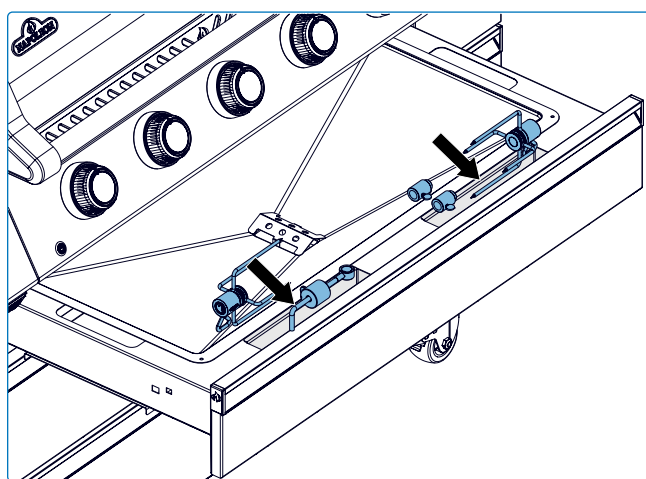
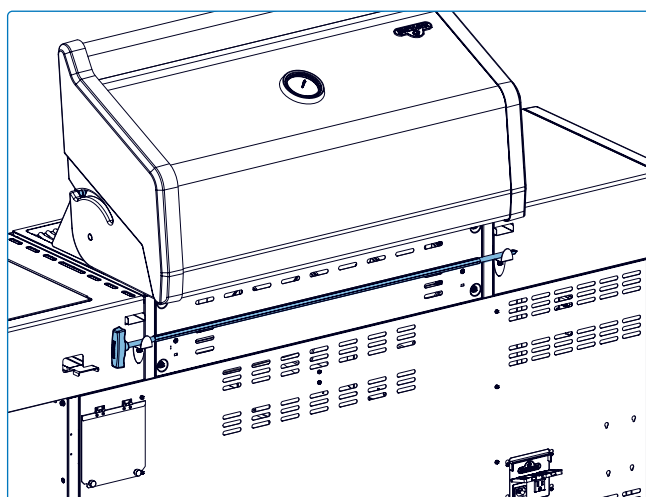

Fig.10
Fig.11
- Guarde los componentes del asador en los clips designados dentro del armario del carrito y la varilla del asador en la parte posterior de la parrilla cuando no los utilice.. Esto los mantiene seguros, protegidos de la intemperie y fáciles de acceder para su próxima cocción. Siempre asegúrese de que las piezas estén limpias y secas antes de guardarlas para evitar la corrosión **(Fig. 10 & Fig.11)**.